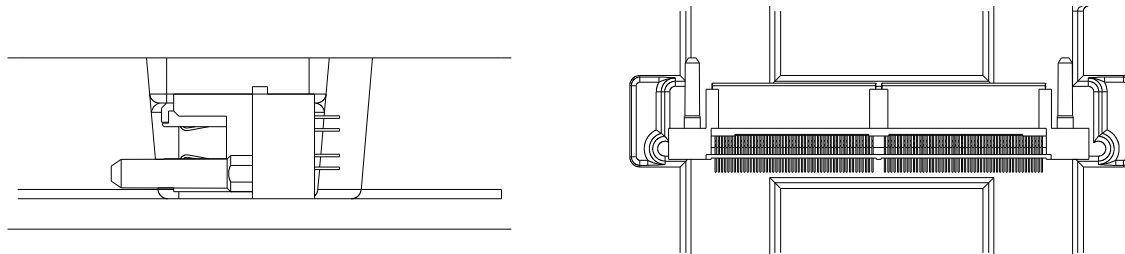

図 1. (Fig.1)
- (1) 2.で指定されたトレイを用意する。
- (2) 図 1.に示す様に、「トレイに入れる製品の向き」でトレイに製品を入れる。
- (3) 各1溝に1ヶずつ梱包する。
- (1) Preparing the TRAY designed in 2.
- (2) Pitting Products in TRAY.” Direction of Products Putting in TRAY”.As shown Fig.1
- (3) Packing Products one by one in each ditch.